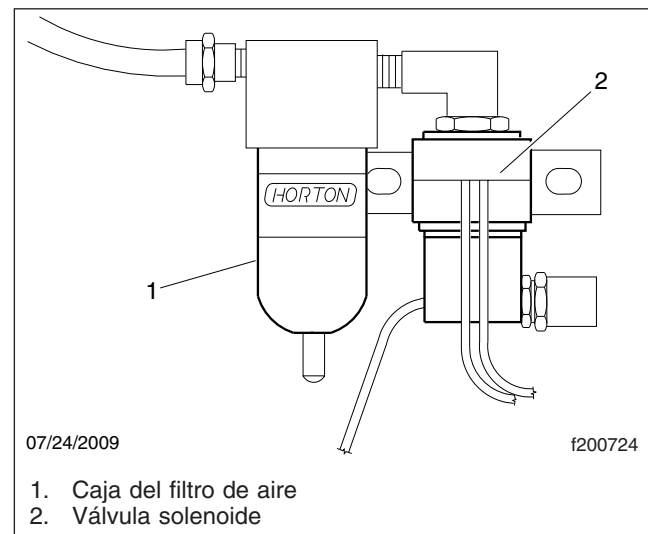

Figura 6, Válvula solenoide de aire Horton DriveMaster
2. Inspeccione las conexiones y los cables eléctricos que van al solenoide del embrague del ventilador: vea la **Figura 6**. Si la conexión está floja, asegúrela; si hay cables y conectores dañados, reemplácelos.